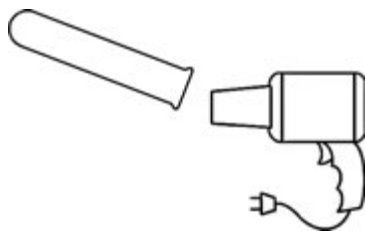

图 2-0-2 电吹风烘干仪器
(2) 吹干。使用电吹风或专用的气流烘干机吹干仪器,如图 2-0-2 所示。在吹干前,应先将仪器内、外壁的水分尽可能倾尽。吹干内壁的水分的具体操作方法:用一只手将待干燥仪器拿住,另一只手将吹风机的出风口对准仪器的瓶口,打开吹风机的开关,观察仪器内壁的水珠,待其内部水分全部吹干之后,关闭吹风机的开关。对于烧杯等大口器皿,可以直接用吹风机吹干;而对于试管等细长仪器,需要特别注意防止水珠回流导致仪器破裂。